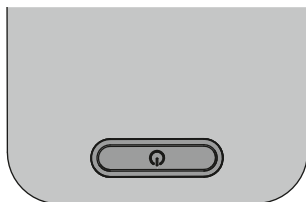

Fig. 5: Botón pulsador.
- ▶ Pulse el botón pulsador, ver fig. 5.
- ▶ Pulse el botón pulsador y manténgalo pulsado, ver fig. 5.